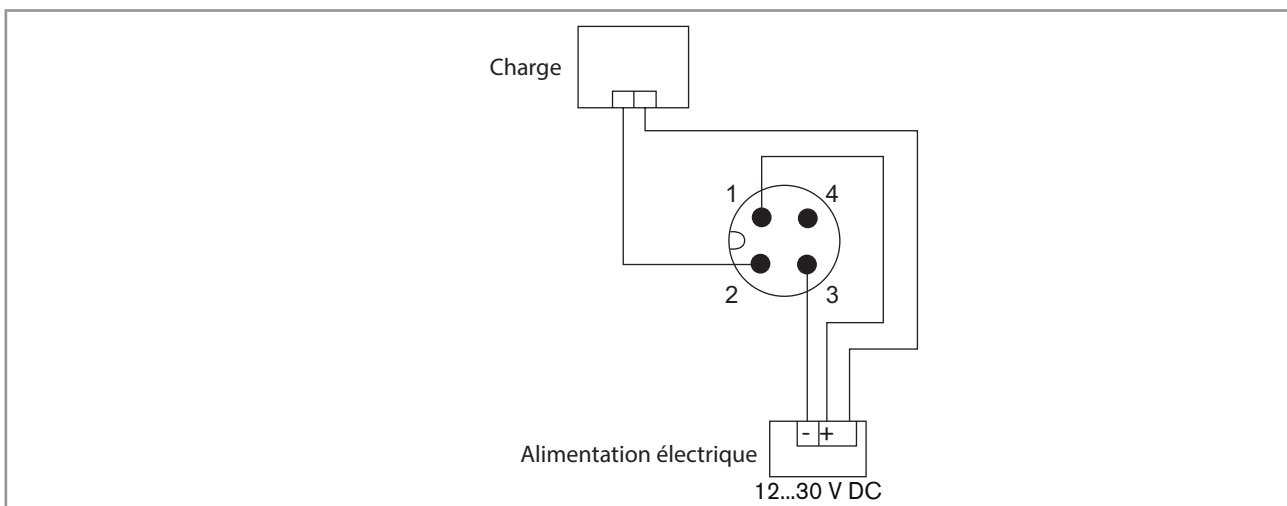
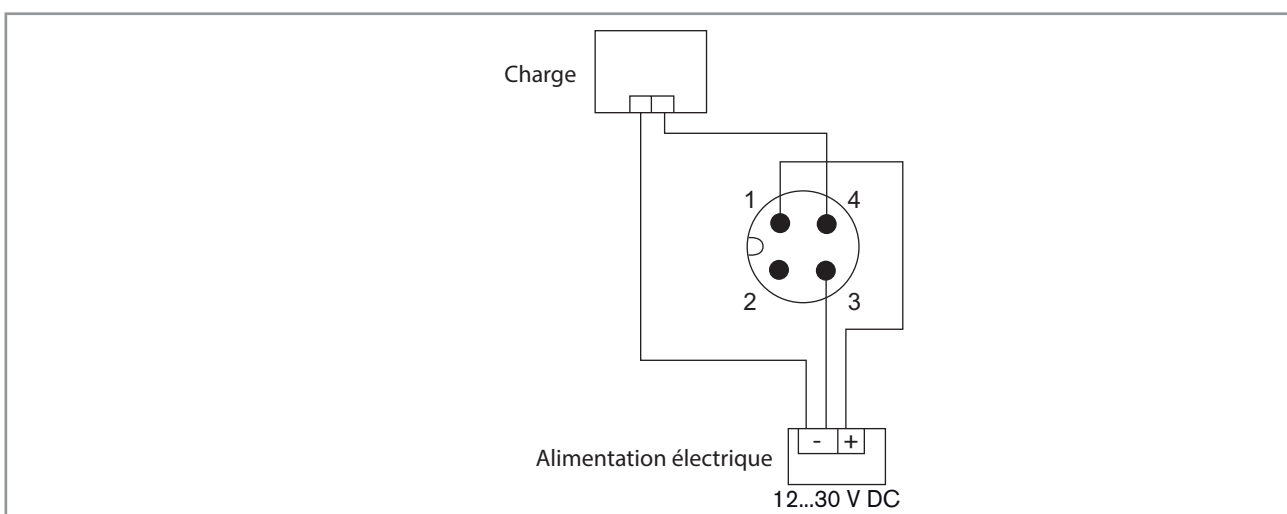

Fig. 8 : Appareil avec connecteur mâle M12 4 pôles – raccordement NPN de la sortie transistor
Fig. 9 : Appareil avec connecteur mâle M12 4 pôles – raccordement PNP de la sortie transistor
- Raccorder la sortie transistor. La sortie transistor peut être connectée dans les modes suivants : NPN ou PNP. Se reporter à Fig. 8 ou Fig. 9.